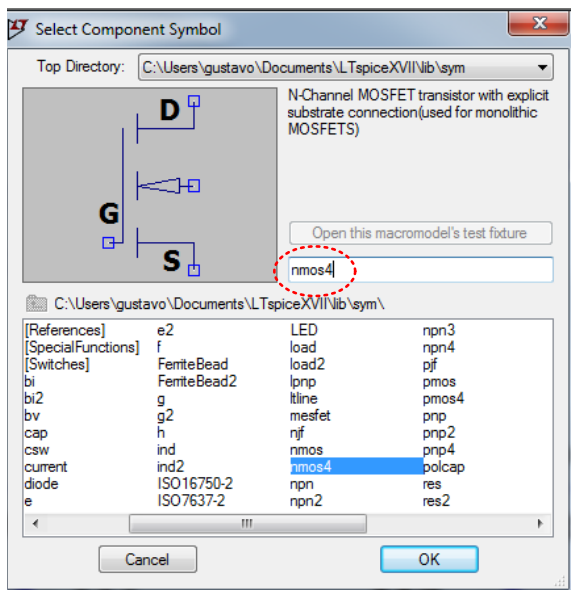

Figura IX.2. Selección de un componente.
1. Añadir el símbolo del transistor NMOS al esquemático. Para ello, seleccionar **Edit** → **Component F2** que despliega una ventana de búsqueda tal como se muestra en la figura IX.2. En el campo de búsqueda escribe **nmos4** para a continuación pulsar **ok** cuando se ha seleccionado el componente correcto. Como resultado, se pegará el símbolo **nmos4** sobre la ventana de edición.